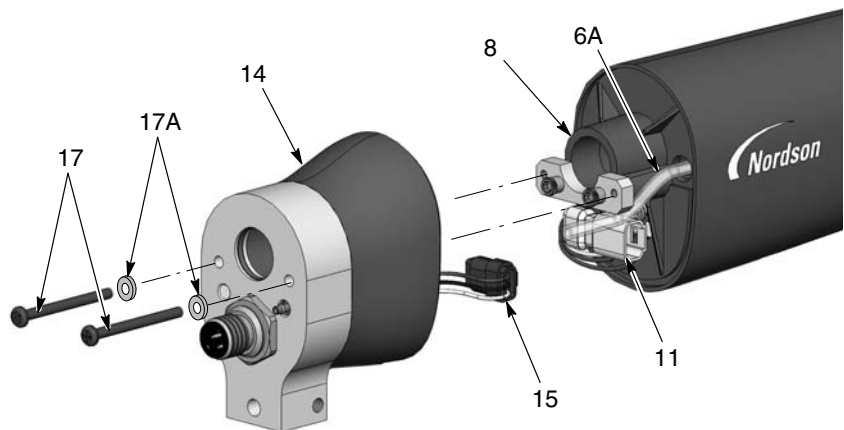
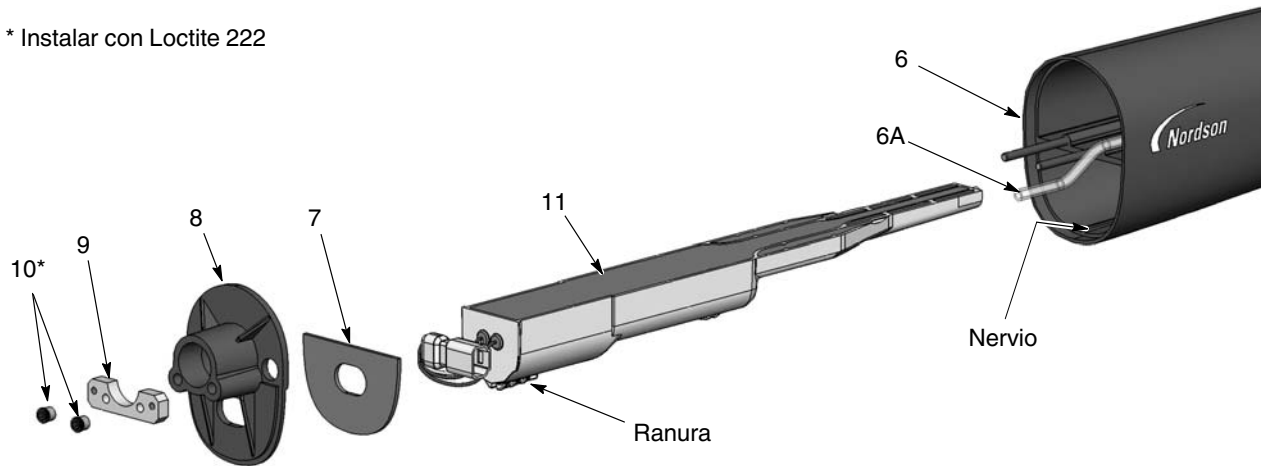

Figura 22 Desmontaje de la pistola de montaje en barra 1 de 3
Figura 23 Desmontaje de la pistola de montaje en barra 2 de 3
4. Ver la figura 23. Con una llave macho hexagonal de $\frac{1}{8}$ pulg., extraer las dos tuercas Allen (10) y atornillar la placa (9) de la pared divisoria (8). Posteriormente extraer la pared divisoria del cuerpo de la pistola (6), introduciendo el cableado de la fuente de alimentación a través de la pared divisoria.
5. Deslizar la fuente de alimentación (11) fuera del cuerpo de la pistola.
7. La junta obturadora (7) está pegada a la pared divisoria mediante un adhesivo sensible a la presión. Si la junta obturadora está dañada, sustituirla por una nueva.
1. Ver la figura 23. Instalar el suministro de tensión (11) en el cuerpo de la pistola (6), asegurando que el nervio del cuerpo de la pistola se ajuste a la ranura en la fuente de alimentación. Fijar la fuente de alimentación en el cuerpo de la pistola.
2. Introducir el cableado de la fuente de alimentación a través de la pared divisoria, posteriormente instalar la pared divisoria (8) y atornillar la placa (9) encima de los pernos del cuerpo de la pistola. Aplicar Loctite 222 a las tuercas Allen (10), posteriormente instalar las tuercas en los pernos y apretarlos a 0,45 N•m (64 pulg.-onzas) con una llave macho hexagonal de $\frac{1}{8}$ pulg.
3. Ver la figura 22. Conectar el cableado del receptáculo (15) al cableado de la fuente de alimentación (11). Enrollar los conectores del cableado (11, 15) en el conjunto del cuerpo posterior en las posiciones mostradas.
4. Conectar el tubo del filtro transparente (6A) al racor dentado de la parte interior del cuerpo posterior (14). Introducir cualquier tubo de aire transparente extra que haya en el cuerpo de la pistola, y posteriormente instalar el cuerpo posterior en la pared divisoria con los tornillos (17) y las arandelas de seguridad (17A).